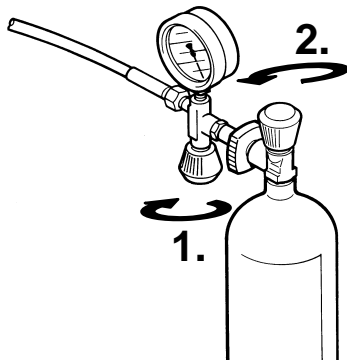

Fig. 9 Llenado de una botella de aire
- Abra la válvula de llenado (1, Fig. 9).